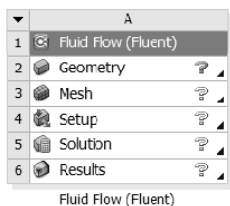

图 1-36 几何数据共享
Step3：双击 Component System（组件系统）中的 System Coupling（系统耦合）模块，此时会在 Project Schematic（工程项目管理窗口）中的项目 B 下面生成项目 C，如图 1-36 所示。